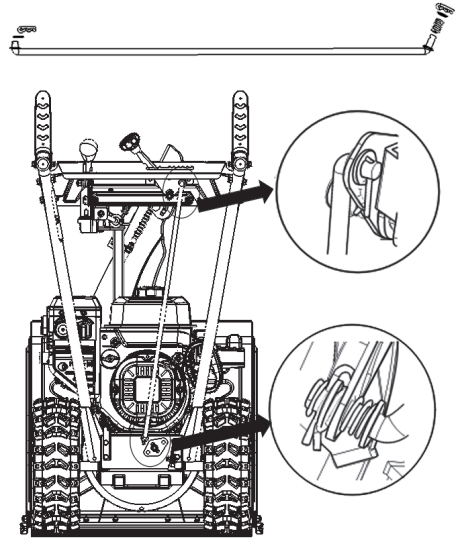

Рис. 7 Установка тяги переключения передач
6. Присоедините тягу к рычагу переключения передач. Установите тягу с коротким изогнутым концом в отверстие кронштейна рычага переключения передач, затем оденьте шайбу и вставьте шплинт (Рис. 7). Второй конец с шайбой и пружиной, введите в отверстие кронштейна оси переключения передач с внешней стороны. Закрепите второй конец тяги шайбой и шплинтом.